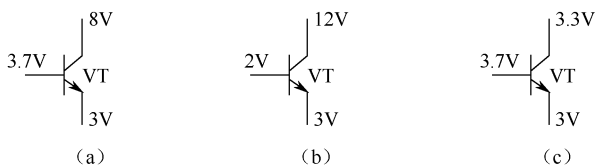

图 4-1 三极管 3 个电极对地电位
5. 测量三极管 3 个电极对地电位如图 4-1 所示，试判断三极管的工作状态。